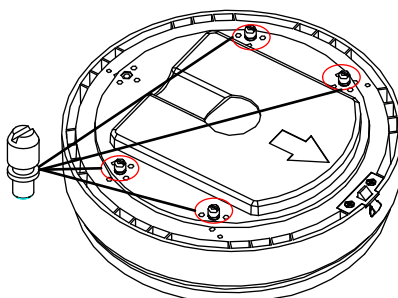

图2-17 安装螺柱
- 安装螺柱：使用一字螺丝刀将 4 颗螺柱安装到上壳体，如图 2-17 所示。